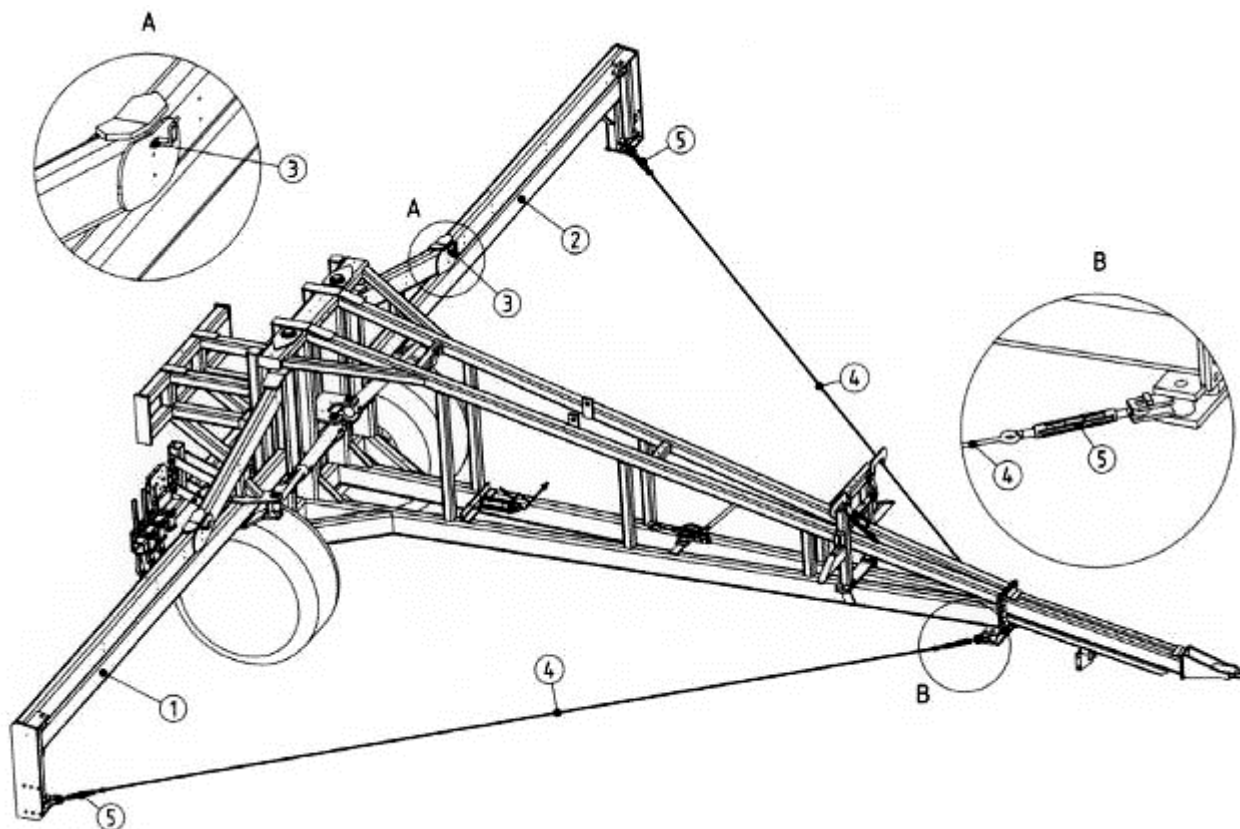

Рисунок 17.
- Снять стальные тросы (4) с крюков (3) (рис. 17).
- Открыть боковые секции (1) и (2).
- При необходимости отрегулировать натяжение тросов (4) при помощи регулировочных винтов (5).